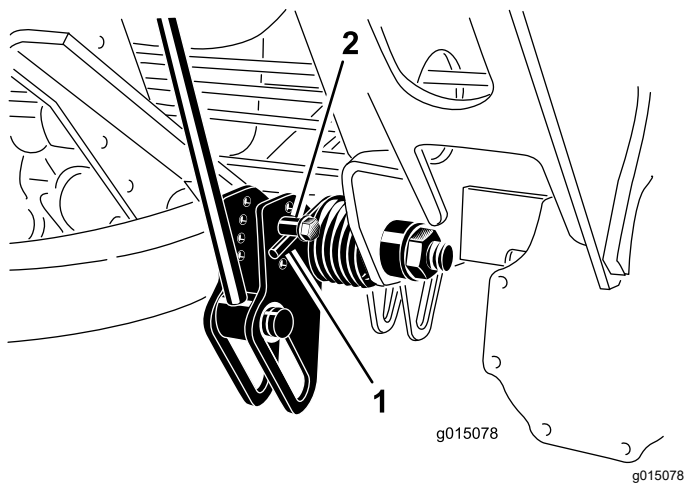

Bild 38
2. Führen Sie ein Rohr oder ein ähnliches Objekt in die lange Feder ein, um die Federspannung während der Einstellung aufzuheben (Bild 38).
3. Wenn Sie die Federspannung aufgehoben haben, nehmen Sie die Schraube und Sicherungsmutter ab, mit denen der Federaktuator an der Halterung befestigt ist (Bild 38).